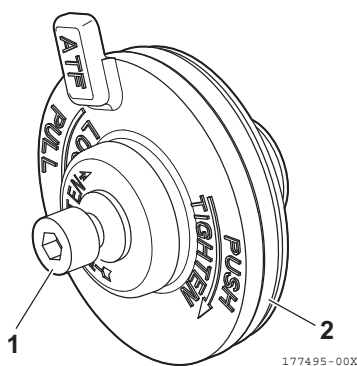

Figure 15
6. Si nécessaire, desserrez la vis d'assemblage (1, **Figure 15**) de quelques tours pour faciliter le retrait du joint torique (2, **Figure 15**).